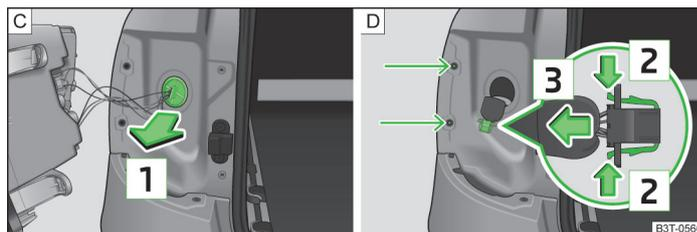
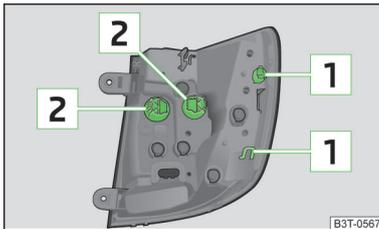

Abb. 209 Dichtung ausbauen / Leuchtenstecker
Abb. 210
- Die Gummidichtung in Pfeilrichtung **1** ausbauen » Abb. 209 - **C**.
- Den Leitungsstrang mit dem Stecker abziehen » Abb. 209 - **D**.
» Abb. 209 - [D].
» Abb. 209 - [C].
- › Die Rückleuchte mit den Öffnungen **1** » Abb. 210 auf Seite 263 in die Bolzen an der Karosserie stecken » Abb. 209 - [D].
- › Die Lampenfassung **2** » Abb. 210 entgegen dem Uhrzeigersinn drehen und aus dem Leuchtengehäuse herausnehmen.